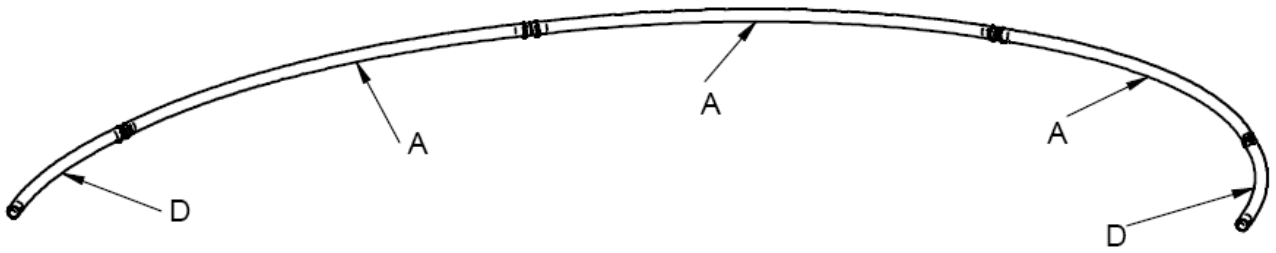

Abbildung 5
Es werden drei Teile des Bügels (A) mit einem Durchmesser von 40mm und zwei Teile des kürzeren Bügels (D) mit einem Durchmesser von 40 mm zusammengebaut, die mit vier Verbindungsstücken (K) und acht Stiften (L) (Abb. 5) zu verbinden sind.